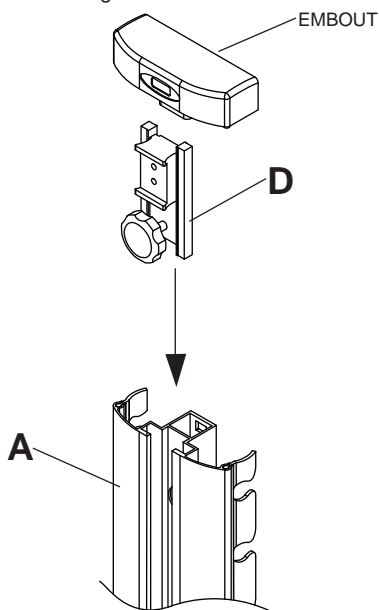

fig. 2.1
- 2 Glisser le collier de fixation plateau (D) dans la colonne (A) et de rattacher embout sur la colonne (A) comme le montre la figure 2.1.